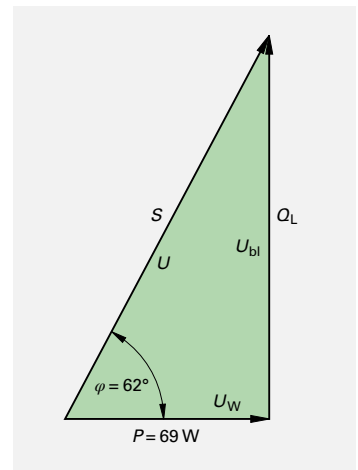

Bild 7: Leistungsdreieck
8. **Leistungsdreieck (Bild 7):** An einer Wechselspannung von 230 V 50 Hz wurden die Werte des Leistungsdreiecks ermittelt.